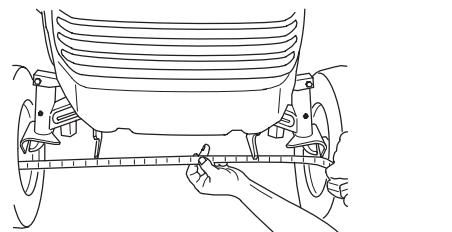

Figure 47
4. Mesurez la distance entre les roues avant à hauteur d'essieu (à l'avant et à l'arrière des roues) (Fig. 47).